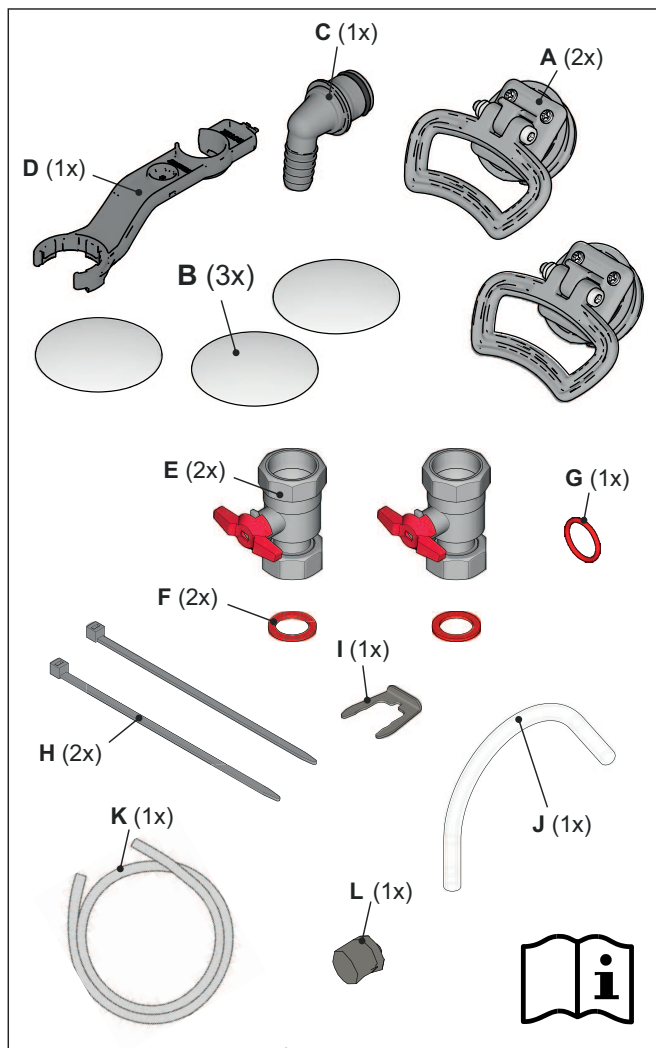

Fig. 24-5 Contenu du sac d'accessoires
- Sac d'accessoires (voir Fig. 24-5),